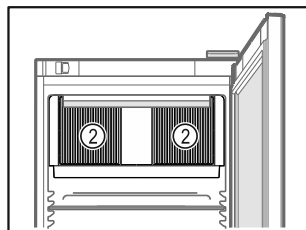

Fig. 72
- ❑ Дръжте вентилационните отвори Fig. 72 (2) на циркуляционния вентилатор във вътрешността свободни.